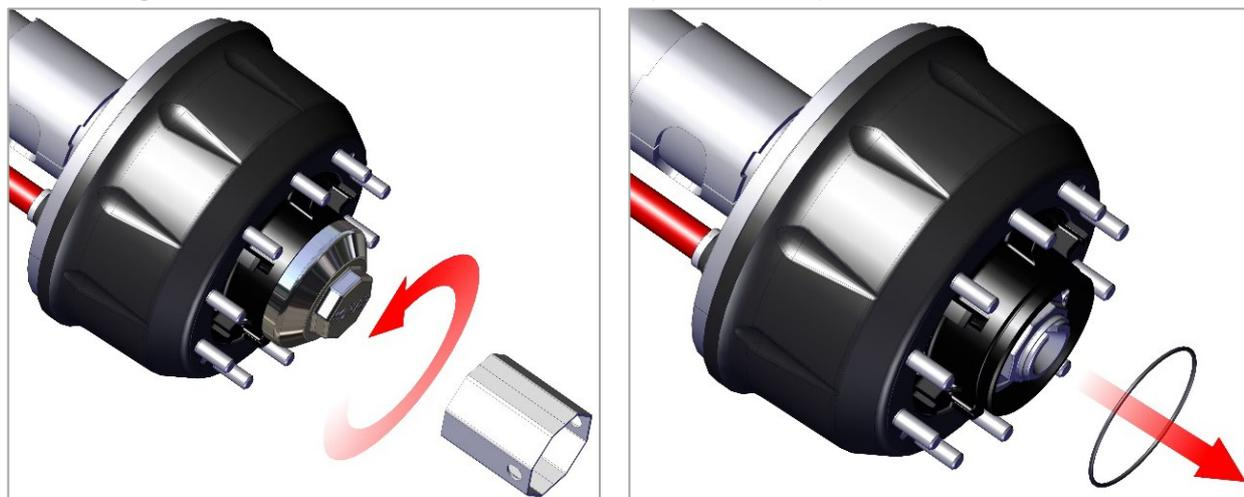

Рис. 9. Снятие крышки ступицы
1) Отверните специальным ключом крышку ступицы, убедитесь, что резиновое уплотнительное кольцо не повреждено (рис. 9).